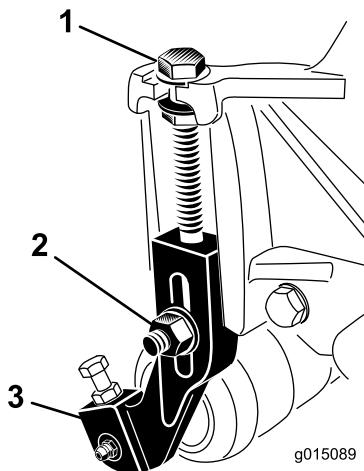

Figure 18
- Desserrez les contre-écrous qui fixent les bras de hauteur de coupe aux plaques latérales du plateau de coupe (Figure 18).